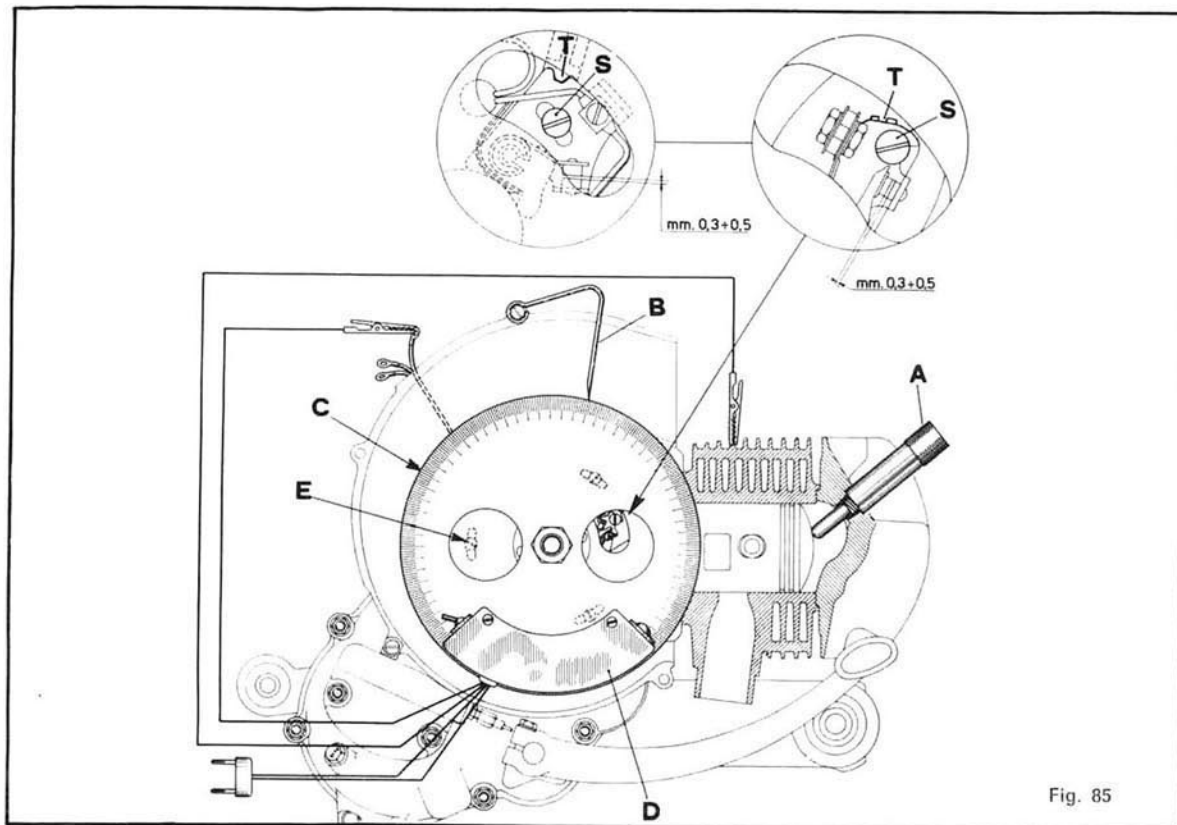

Fig. 85
Detailed description of timing operations valid for vehicles P 125 X - P 150 X (fig. 85).
1) - Slacken the screws « E » (fig. 85) securing the backplate on crankcase.
Descripción detallada de las operaciones para el calaje válidas para los modelos Vespa P 125 X - P 150 X (fig. 85).
1) - Aflojar los tornillos « E » (fig. 85) de fijación estator al carter.